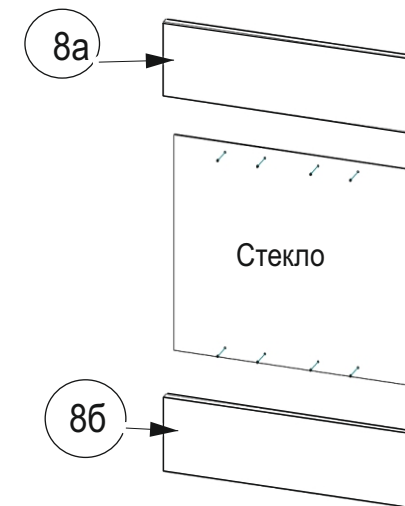

Рис.2
11. **ВАЖНО !!!** Для Тумбы -витрины выполните сборку фасада (Рис.2)